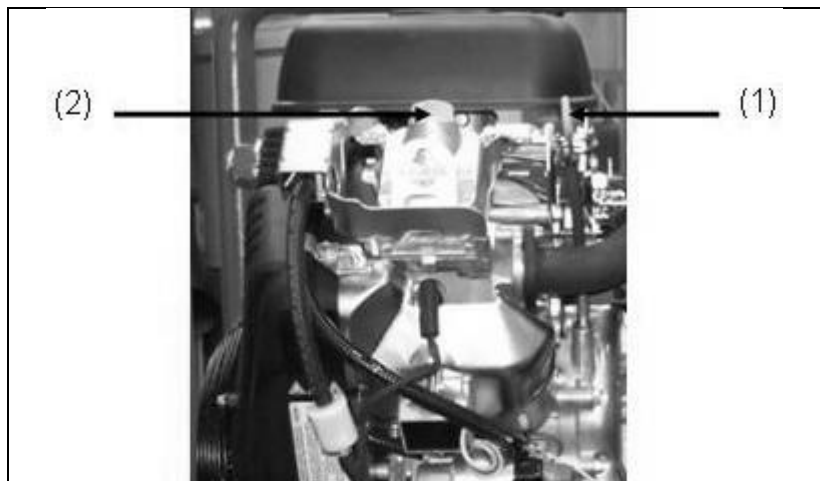

Abb. 5-2: Ölmesstab
1. Ölmesstab (Abb. 5-2-(1)) herausziehen und mit sauberen Tuch abwischen.
1. Verschlusschraube Öl (Abb. 5-2-(2)) herausdrehen. Zur leichteren Befüllung den Ölmesstab (Abb. 5-2-(1)) herausziehen.